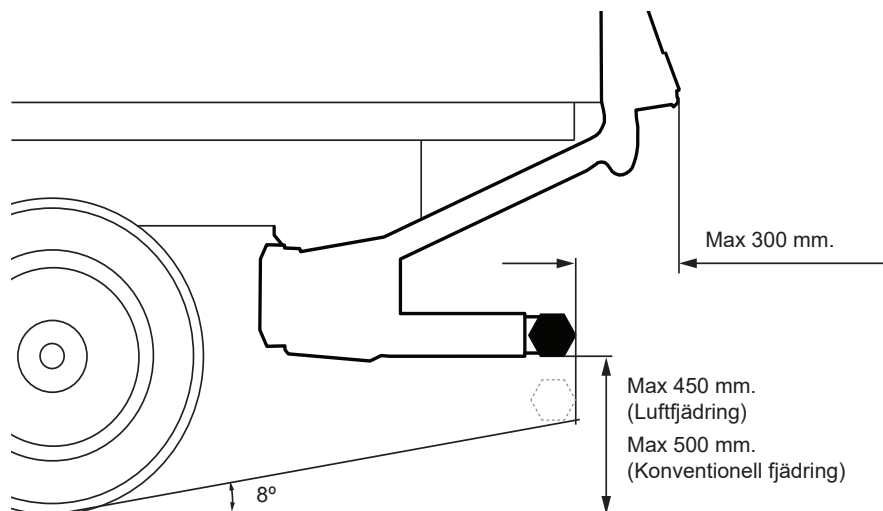

Bild 28. Lagstadgade mått
- Horisontellt avstånd från ytterkant av balken till hjulets utsida: Max 100 mm. Se Bild 28.